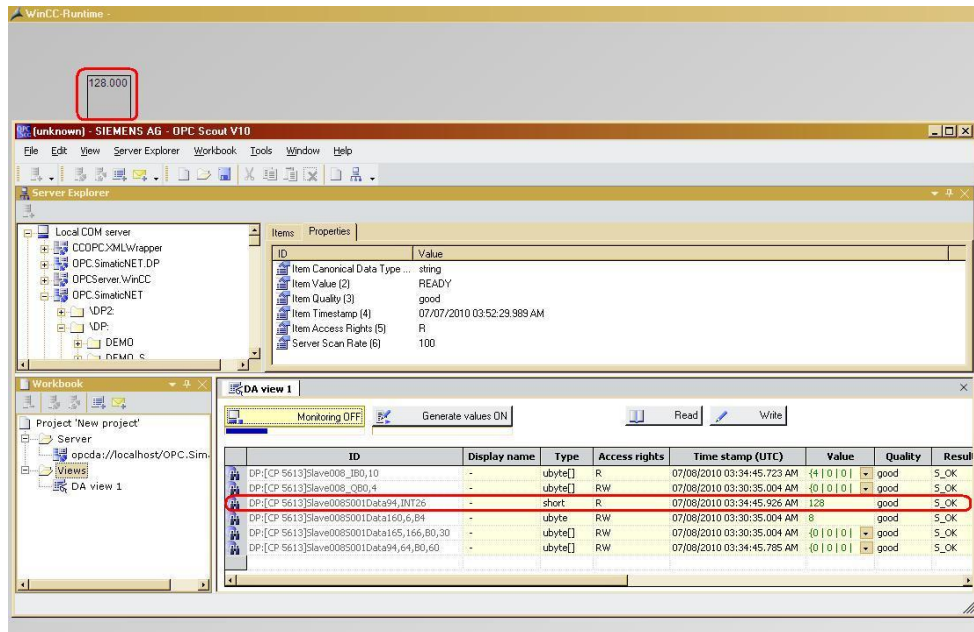

图 16
(H) 运行 WinCC，显示 OPC 变量，如图 16 所示。